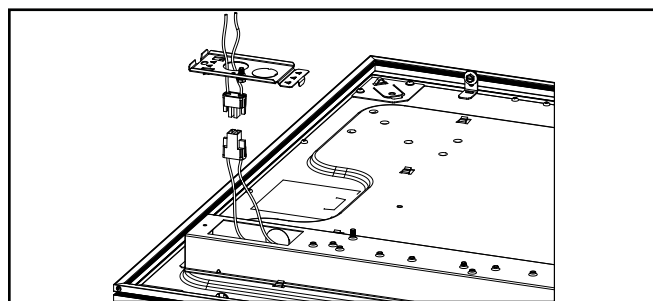

Figure 5.
7. Retirez l'entrée défonçable pour acheminer le câble d'alimentation. Fixez le fil de mise à la terre au fil d'alimentation de mise à la terre. À l'aide du raccord linéaire, fixez le fil noir (tension) au fil d'alimentation noir, et le fil blanc (neutre) au fil d'alimentation blanc (Fig. 5).
REMARQUE : Le luminaire est compatible avec les systèmes de batterie de secours y compris les modèles EBPLED7W et EBPLED14W de Suralites. Si vous utilisez un système de batterie de secours, retirez le couvercle du pilote pour accéder aux fils d'alimentation DEL et suivez les instructions de câblage de la batterie de secours (Fig. 5). Assurez-vous de réinstaller le couvre-joint du pilote après avoir effectué le câblage.